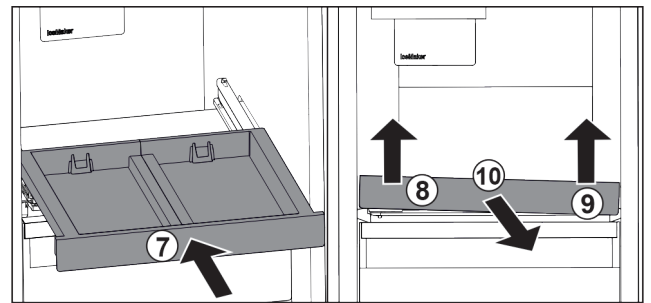

Fig. 141
- Auszugsbord einschieben. Fig. 141 (7)
- Auszugsbord vorne links anheben. Fig. 141 (8)
- Auszugsbord vorne rechts anheben. Fig. 141 (9)
- Auszugsbord nach vorne entnehmen. Fig. 141 (10)